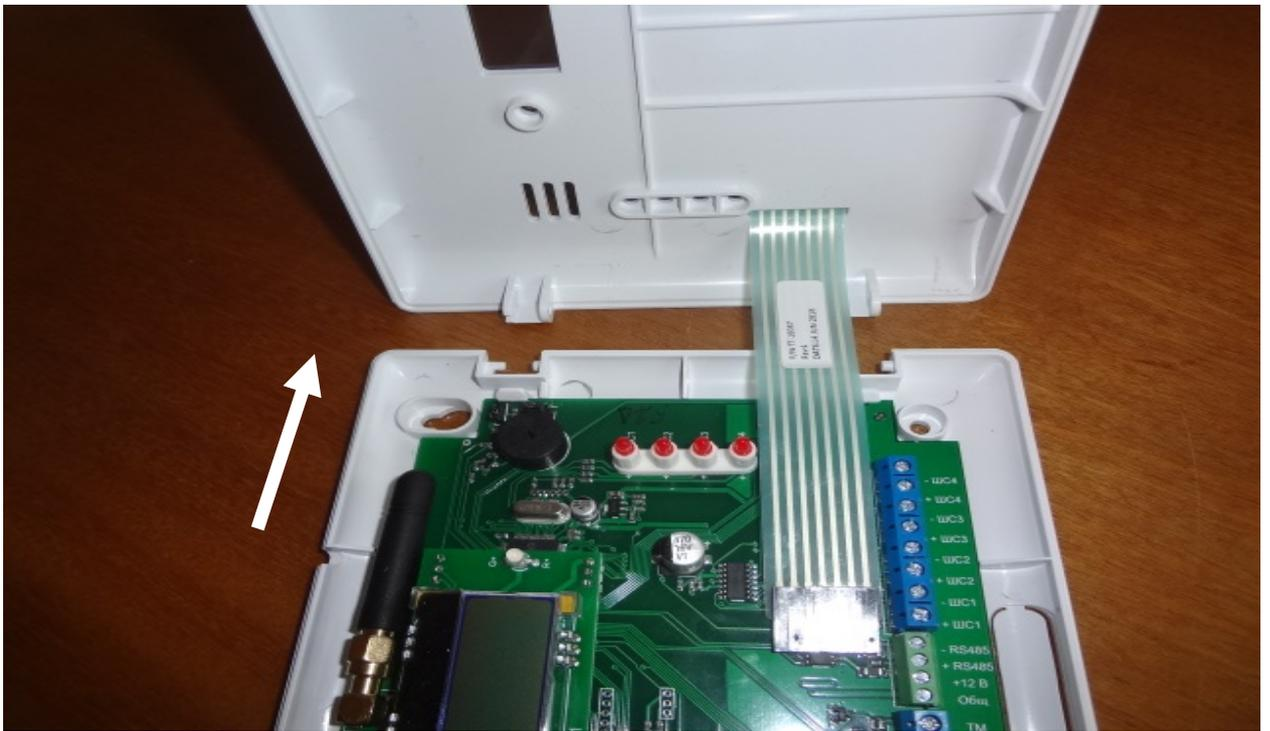

Рис. 2.1.4
6. С небольшим усилием снять крышку (Рис. 2.1.4).